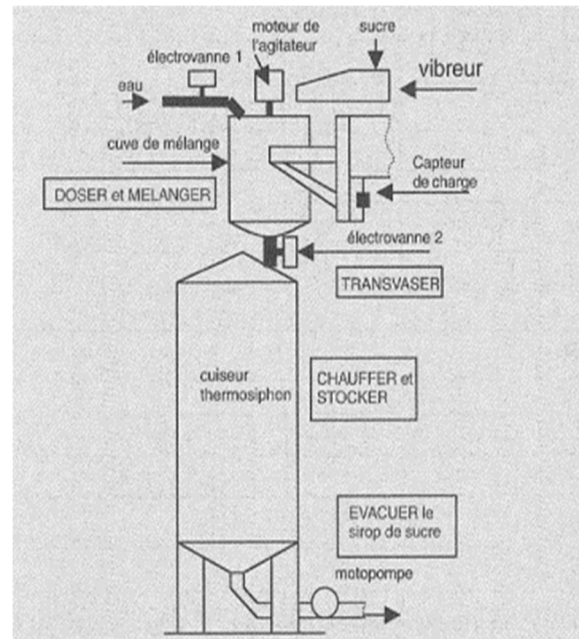

Figure 1 : Système automatisé de production de sirop de sucre.
La **Figure 1** montre un schéma d'une unité de production automatisée de sirop de sucre. Les éléments principaux sont : une cuve de mélange (électrovannes 1 et 2, capteur de charge, moteur de vibration), un doseur de sucre (capteur de niveau), un mélangeur (moteur de mélange), un transvaseur (cuiseur thermosiphon, capteur de température), un stockeur et chauffeur (capteur de température), et une évacuation (motopompe commandée par contacteurs). Les flèches indiquent le flux de matière et d'énergie, avec des annotations comme "sucre", "eau", et "sirop de sucre".)
1. À partir de la Figure 1, identifiez deux fonctions principales de l'unité de production de sirop de sucre. Décrivez brièvement le rôle de chaque fonction dans le processus global.
3. En vous basant sur la Figure 1, décrivez le flux de matière (sucre, eau, sirop de sucre) dans l'unité de production. Indiquez les étapes principales et les composants impliqués à chaque étape.
4. Quelle est la différence entre la chaîne d'action et la chaîne d'information dans le contexte de l'unité de production de sirop de sucre ? Illustrez votre réponse avec des exemples tirés de la Figure 1.
5. Expliquez comment les capteurs (par exemple, capteur de niveau, capteur de température) contribuent à la chaîne d'information de ce système. Donnez deux exemples précis tirés de la Figure 1, en décrivant le rôle de chaque capteur dans le contrôle du système.
En analysant la Figure 1, deux fonctions principales se dégagent dans l'unité de production de sirop de sucre. La première, **Doser et mélanger**, consiste à mesurer précisément le sucre avec le doseur de sucre (aidé du capteur de niveau) et à ajouter l'eau via les électrovannes 1 et 2 dans la cuve de mélange, où le moteur de vibration assure un mélange homogène. Cette étape est cruciale pour préparer la base du sirop. La seconde, **Transvaser et chauffer**, implique le transfert du mélange vers le cuiseur thermosiphon par le transvaseur, suivi d'un chauffage contrôlé (via le capteur de température), transformant le mélange en sirop. Ces fonctions forment les piliers du processus de production.
Le flux de matière dans l'unité de production de sirop de sucre, selon la Figure 1, suit un parcours bien défini. Tout d'abord, le sucre est dosé par le doseur de sucre, équipé d'un capteur de niveau pour garantir la quantité exacte, avant d'être libéré dans la cuve de mélange. Ensuite, l'eau est introduite via les électrovannes 1 et 2, avec le capteur de charge vérifiant les proportions correctes. Dans la cuve de mélange, le moteur de vibration mélange les ingrédients pour obtenir un mélange homogène. Ce mélange est ensuite transféré par le transvaseur vers le cuiseur thermosiphon, où il est chauffé (contrôlé par le capteur de température) pour devenir du sirop. Le sirop est ensuite dirigé vers le stockeur et chauffeur, où un autre capteur de température maintient la température de stockage. Enfin, la motopompe commandée par contacteurs évacue le sirop pour un emballage ou un traitement ultérieur. Ce flux montre une progression logique des matières premières au produit final.